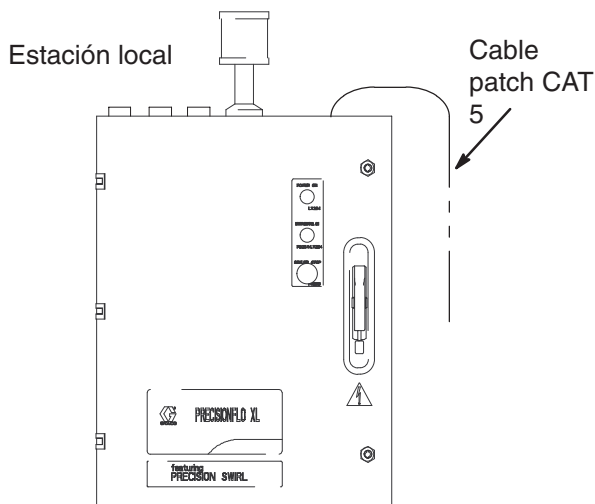

Fig. 89
2. **Local** – Se utiliza una configuración local de la tarjeta PC/104 (Fig. 89) junto con una pantalla remota. La estación local es la tarjeta PC/104 que se monta en la unidad de control PrecisionFlo XL. Esta unidad de control normalmente no lleva una pantalla. Esta tarjeta PC/104 no establecerá comunicación con la estación remota por la conexión Ethernet de la unidad de control PrecisionFlo XL. Pueden conectarse en red hasta 12 estaciones a una estación remota. Estas estaciones se conectan a la estación remota con cables patch CAT 5 (Ethernet) que debe adquirir el usuario.